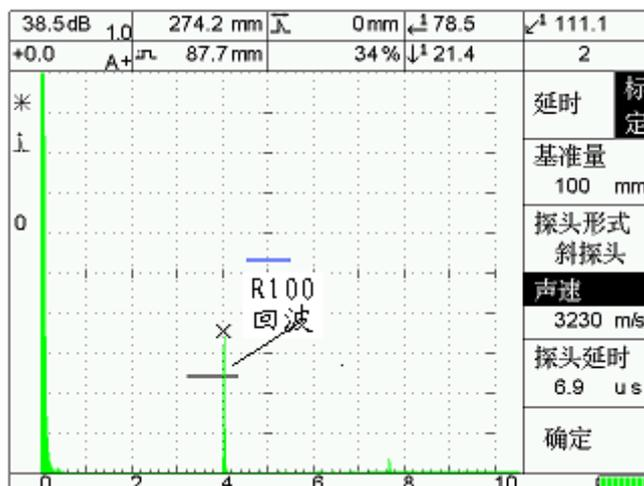

图 4-5
- (4) 按[E]确定，屏幕显示如图 4-5。
- (5) 按[A]，选择基准量(单位 mm)，如上图按【调节键】输入 100mm。
- (6) 按[B]，探头形式反显，选择斜探头。
- (7) 按[C]，声速反显，按【调节键】可调节。